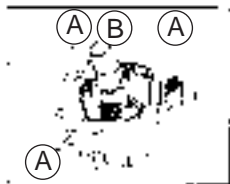

Fig. 1
Laguna 4, 5, 6 et 7: À l'aide d'un tournevis étoilé, enlever les quatre vis (A) sur le couvercle du moteur (B) (fig. 1)